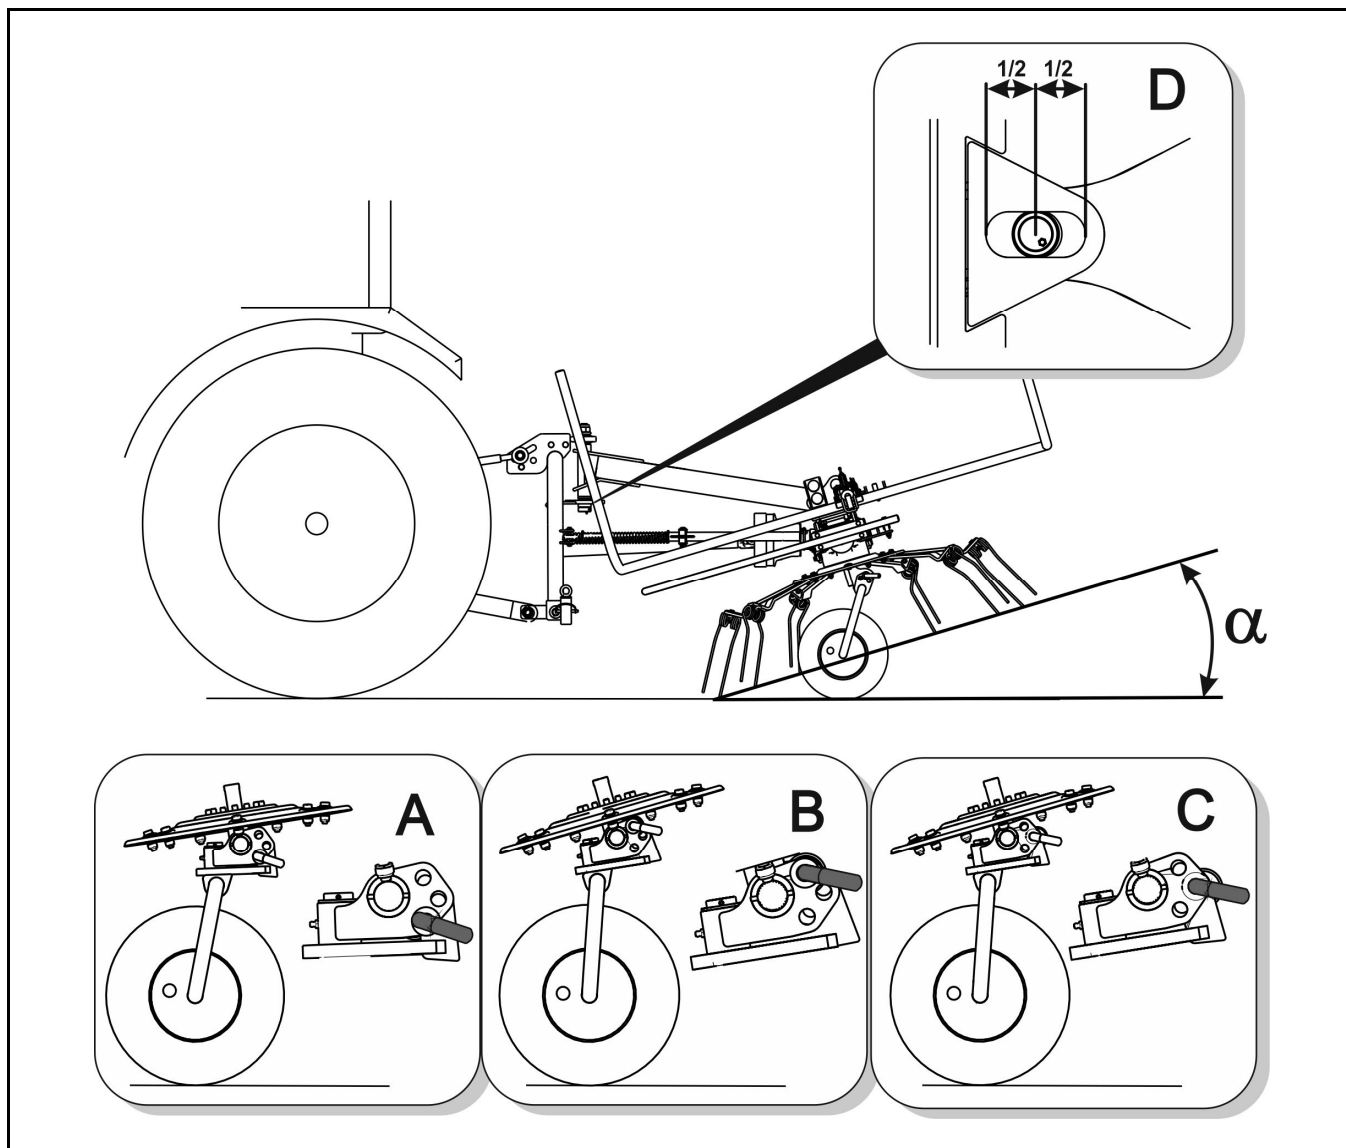

РИСУНОК 4.5А Работа борошкой-вспушивателем – угол наклона карусели (угол разброса)
- установить высоту нижней вилки тяги трехточечной системы навески (ТУЗ) трактора и отрегулировать длину верхней сцепки таким образом, чтобы карусели наклонились вперед, пружинные зубья слегка касались почвы, а втулка шарнира оказалась посередине продолговатого отверстия D (РИСУНОК 4.5А),
По окончании регулировки задней трехточечной навески (ТУЗ) трактора нужно отрегулировать угол разброса скошенной массы (РИСУНОК 4.5А). Для этого необходимо: